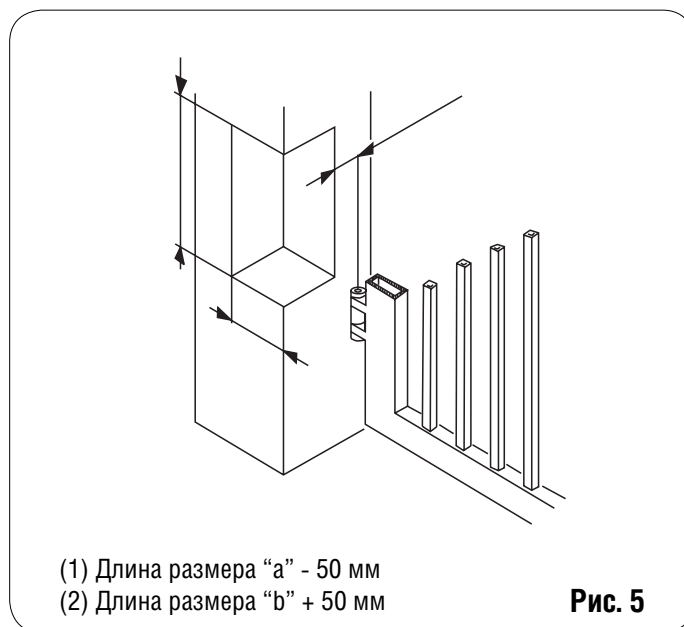

Рис. 5
- если размеры столба или положение петли (размер d) не дает возможности достичь требуемого размера a, в столбе следует сделать выемку, как показано на Рис. 5;